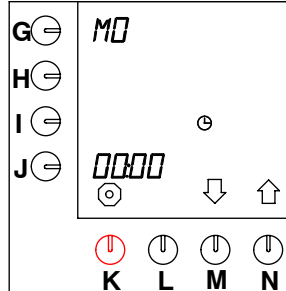

Fig. 43 Giorno e ora correnti
- Premere il tasto di selezione (N.)↑ fino a che sullo schermo viene visualizzato quanto illustrato nella fig. 43 (*Giorno e ora correnti*)
- L'impostazione dell'ora accanto al tasto di programmazione inizia a lampeggiare (vedere fig. 43).